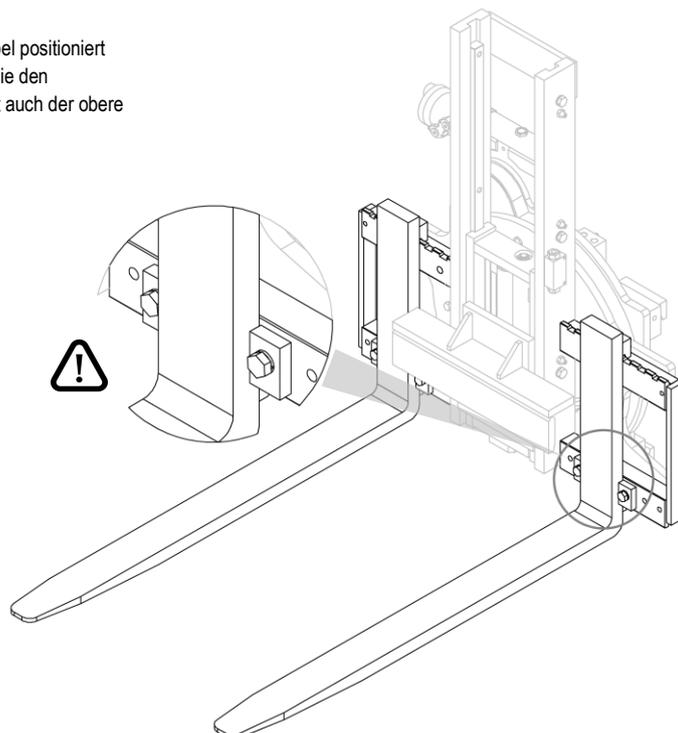

Abbildung 12
2. Schieben Sie die Gabelzinken ein und sichern Sie sie mit dem Gabelfeststeller (siehe *Abbildung 12*).